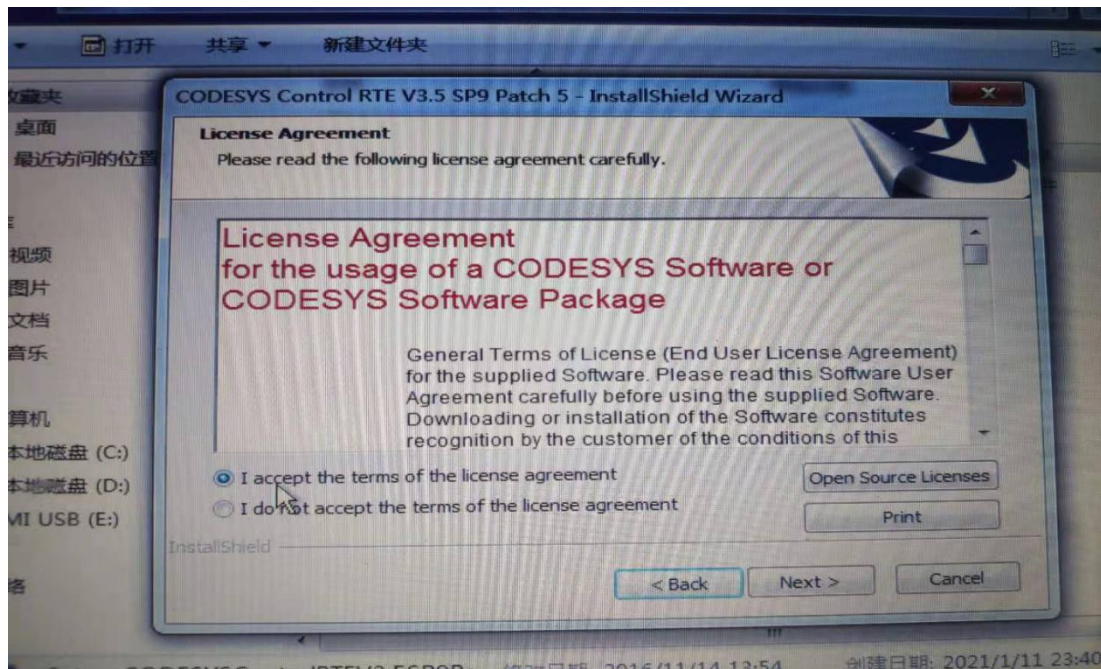

图 2-2-4 CodeSys RTE 安装步骤 4
4、出现图 2-2-4 窗口，选择“I accept the terms of the license agreement”,点击“Next”；